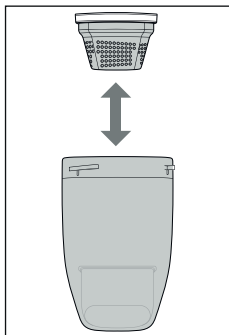

Fig. 8
3. Prindeți filtrul de praf **5** cu degetul mare și arătătorul și scoateți-l cu carcasa filtrului **4** din rezervorul de colectare a murdăriei **3** (a se vedea fig. 8).
5. Introduceți din nou filtrul de praf **5** cu carcasa filtrului **4** în rezervorul de colectare a murdăriei **3** (a se vedea fig. 8).